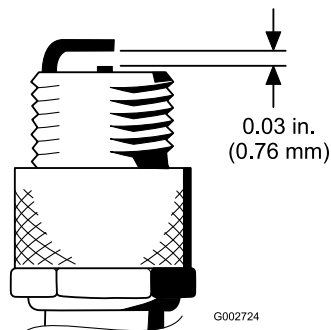

図 30
4. エアギャップを 0.76 mm に調整する(図 30)を参照。正しく調整された点火プラグをガスケットシールと共にエンジンに取り付け、 $23 \text{ N} \cdot \text{m}$ $2.3 \text{ kg} \cdot \text{m} = 200 \text{ in} \cdot \text{lb}$ にトルク締めする。トルクレンチがない場合は十分に締め付ける。